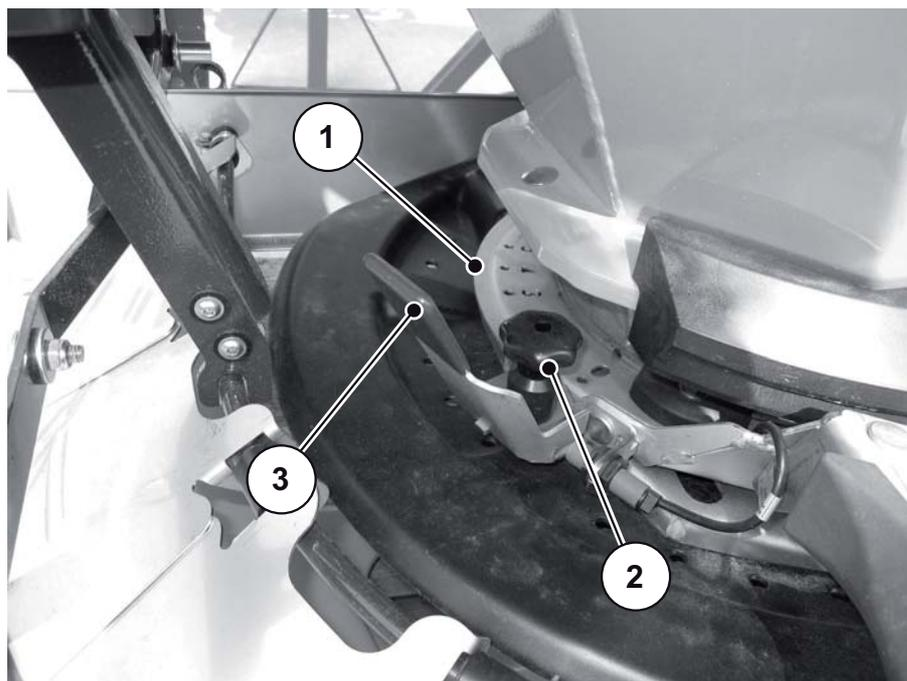

Imagen 7.9: ajuste de la corredera lateral central,
- Baje el límite de anchura de dispersión derecho y cierre la corredera lateral central (véase imagen 7.9).